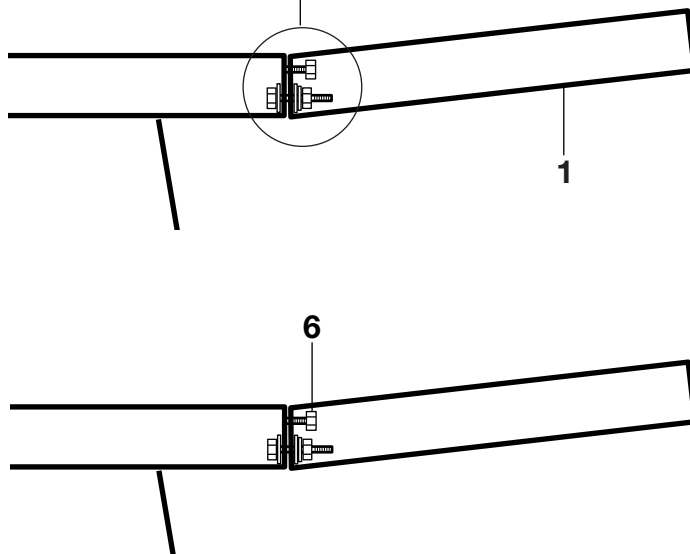

FIG. 6
2. Move the rail **13** to be flush with the end of the extension **1**. Re-install the (4) four screws, flat washers, lockwashers, nuts and spacers as shown. Tighten hardware just enough to allow for adjustment (Fig. 6).
2. Bougez le rail **13** afin de l'aligner au bout de l'extension **1**. Installez à nouveau les quatre (4) vis, les écrous et les entretoises comme le montre la figure. Assujettissez le matériel juste assez pour vous permettre un ajustement (fig. 6).
2. Mueva el riel **13** para que quede al ras con el extremo de la extensión **1**. Vuelva a instalar los (4) cuatro tornillos, tuercas y separadores tal como se muestra en la ilustración. Apriete las piezas de montaje justo lo suficiente para permitir el ajuste (Fig. 6).